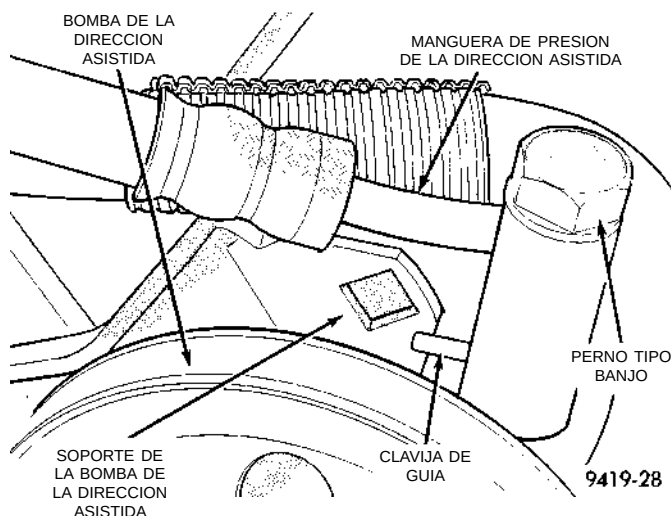

Fig. 4 Fijación de la manguera de presión a la bomba de la dirección asistida
(1) Retire de la conexión de presión de la bomba de la dirección asistida la manguera de presión de líquido (Fig. 4).
(1) Si fuera necesario, limpie e instale la válvula reguladora de flujo y el muelle en el hueco del cuerpo de la bomba.
(2) Instale la nueva junta de anillo en "O" en la conexión.
(3) Instale la conexión en el cuerpo de la bomba y apriete con una torsión de 75 N·m (55 libras pie).
(4) Instale la manguera de presión de líquido de dirección asistida en la conexión de la válvula reguladora de flujo.
(5) Posicione la clavija de guía en la conexión tipo Banjo de la manguera de presión de la dirección asistida para que se encuentre contigua al soporte de instalación de la bomba de la dirección asistida (Fig. 4). Mientras sostiene la clavija de guía contra el soporte